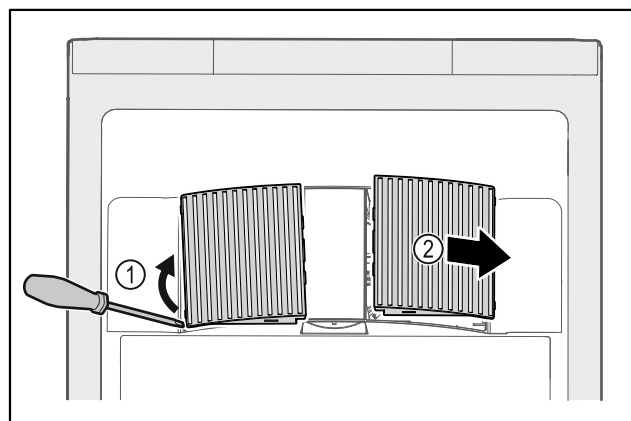

Fig. 126
- ▶ Estrarre con cautela i coperchi delle ventole dai lati Fig. 126 (1) e rimuoverli in avanti Fig. 126 (2).